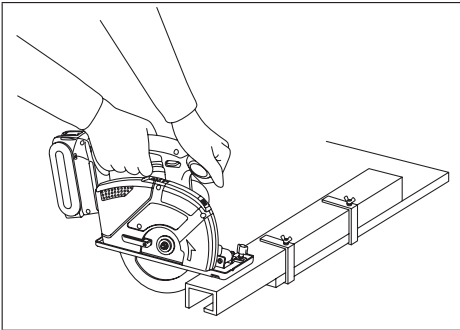
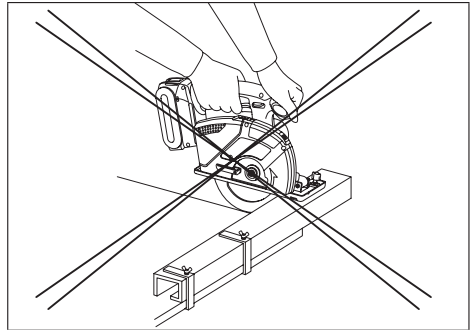

Abb. 17
Abb. 18
1. Setzen Sie die breitere Fläche des Gleitschuhs auf den fest abgestützten Teil des Werkstücks. (Siehe Abb. 17.) Die Säge niemals auf den Bereich aufstützen, der abgesägt wird. (Siehe Abb. 18.) Die Metallsäge mit beiden Händen fest fassen, um einen Verlust der Kontrolle zu verhindern. Unvorsichtige Arbeiten kann zu schweren Verletzungen führen.